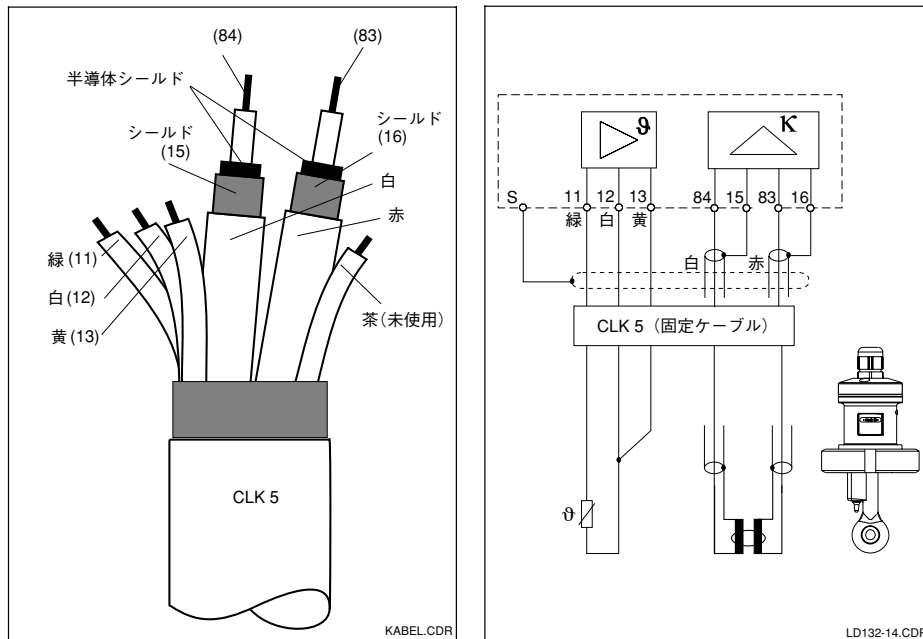

図 3.16
- ・分離型バージョン: 図3.16に従って導電率セルを接続する。